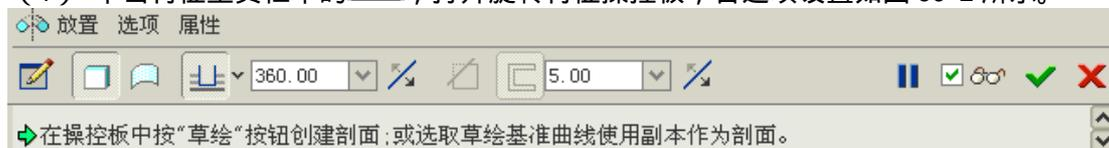

图 56-2
- (1) 单击特征工具栏中的 ，打开旋转特征操控板，各选项设置如图 56-2 所示。